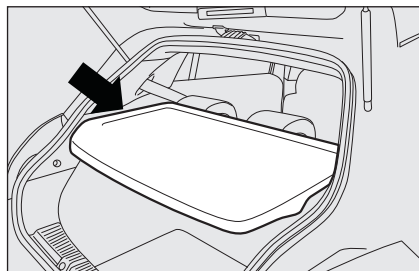
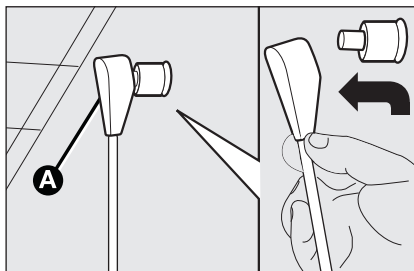

fig. 90
fig. 91
- ☐ retire la repisa **fig. 90** (superficie trasera) liberando los extremos superiores **A-fig. 91** de los dos tirantes, quitando los ojales de los pernos y empujándolos en la dirección indicada por la flecha;